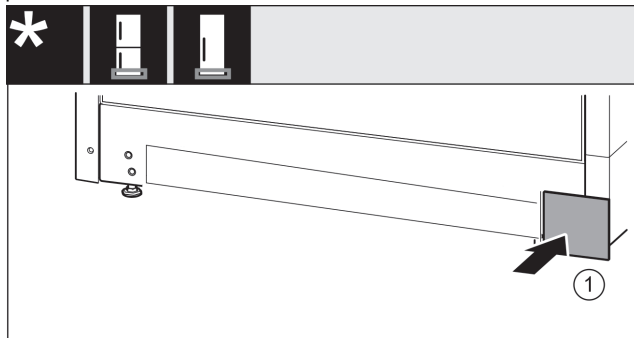

Fig. 19
- ▶ Vendosni sërish në vend kapakun mbulues Fig. 19 (1) në anën tjetër.